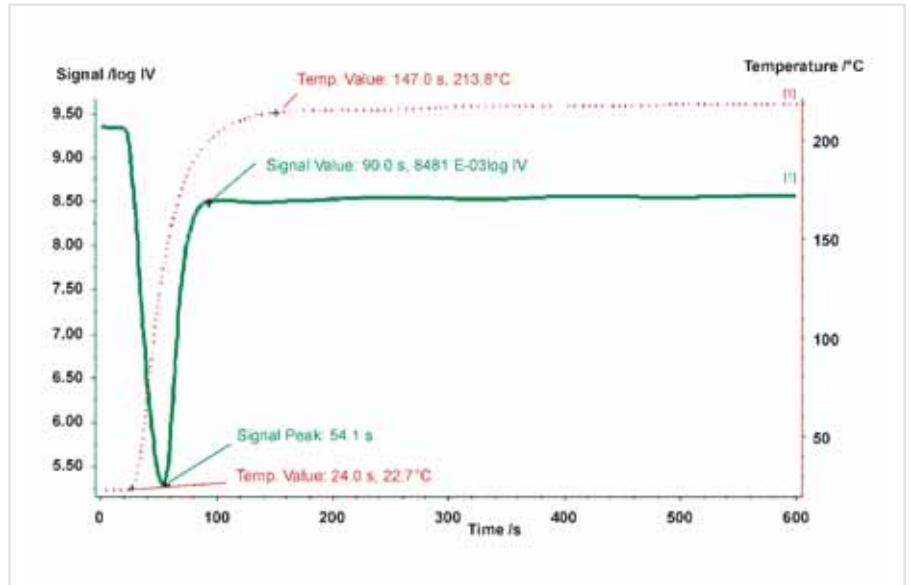

Abb. 1: Messung eines Klebers während einer Temperaturrampe. Die Grafik wurde mit der Proteus®-Software erstellt.
1. Aushärtung eines Klebers mit einer Temperaturrampe von ca. 23°C bis ca. 220°C in 123 s, die in etwa Prozessbedingungen entspricht (Abb.1)